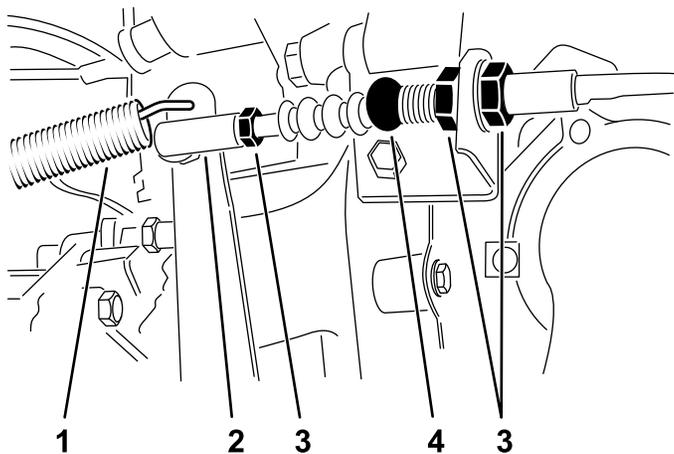

Figura 64
1. Allentate i controdadi che fissano il cavo della frizione alla staffa sul cappuccio del volante (Figura 64).